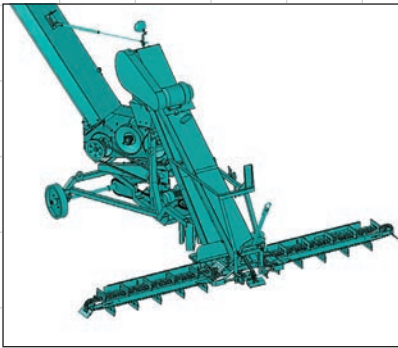

Рис. 23. В 2,1 раза более быстрое чтение модели зернометателя (403 с/193 с) и в 2,6 раза — его сечение фронтальной плоскостью (250 с/95 с)
- ускорено разделение тела на части за счет доработки механизмов выяснения состояния многочастотности (рис. 23);